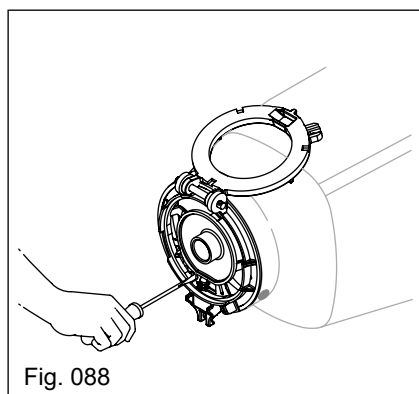
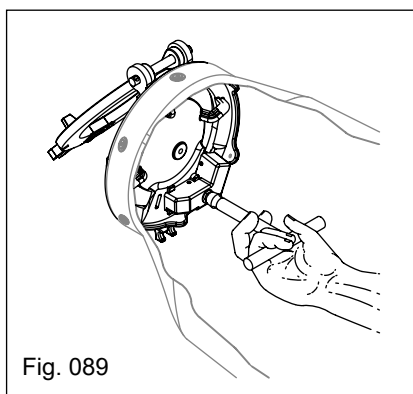

Fig. 088
Fig. 089
- solte o parafuso que prende a caixa distribuidora de sementes utilizando uma chave de fenda (Fig. 088) e uma chave passante para retirar a porca (Fig. 089);